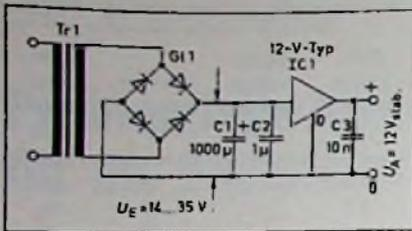

Bild 1: Grundschialtung mit Festspannungsregler
Die Grundschialtung einer Stromversorgung mit einem Festspannungsregler zeigt Bild 1. Die meisten Festspannungsregler haben nur drei Anschlüsse, die hier mit Eingang (E) für die unregelte Eingangsgleichspannung U_E , mit Ausgang (A) für die geregelte und stabilisierte Ausgangsspannung U_A und mit Masse (0) für den Regler- und Spannungsbezugspunkt gekennzeichnet sind. In dieser Grundschialtung sind keine weiteren Bauelemente als Netztransformator Tr 1, Gleichrichter G1 1 und Ladekondensator C 1 erforderlich. Allenfalls können die Kondensatoren C 2 und C 3 eingeführt werden. C 2 wirkt als Sleglied für hoch- und niederfrequente Störsignale, die bei langen Gleichspannungsleitungen eingestrahlt werden können. C 3 dient zur Unterdrückung der Selbsterregungsneigung der Reglerschialtung. Die angegebenen Werte für C 2 (1 µF) und für C 3 (10 nF) sind nur als Kenngrößen zu verstehen. Allgemein setzt man für C 2 Werte zwischen 0,1 und 10 µF und für C 3 Werte zwischen 1 nF und 1 µF ein. Die Kondensatoren müssen induktionsarm sein. Bei Verwendung eines Festspannungsreglers IC 1 mit einer Ausgangsspannung von 12 V erhält man bei Eingangsspannungen U_E von mindestens 14 V bis maximal 35 V eine konstante Ausgangsspannung U_A von 12 V, die kurzschlußfest ist.